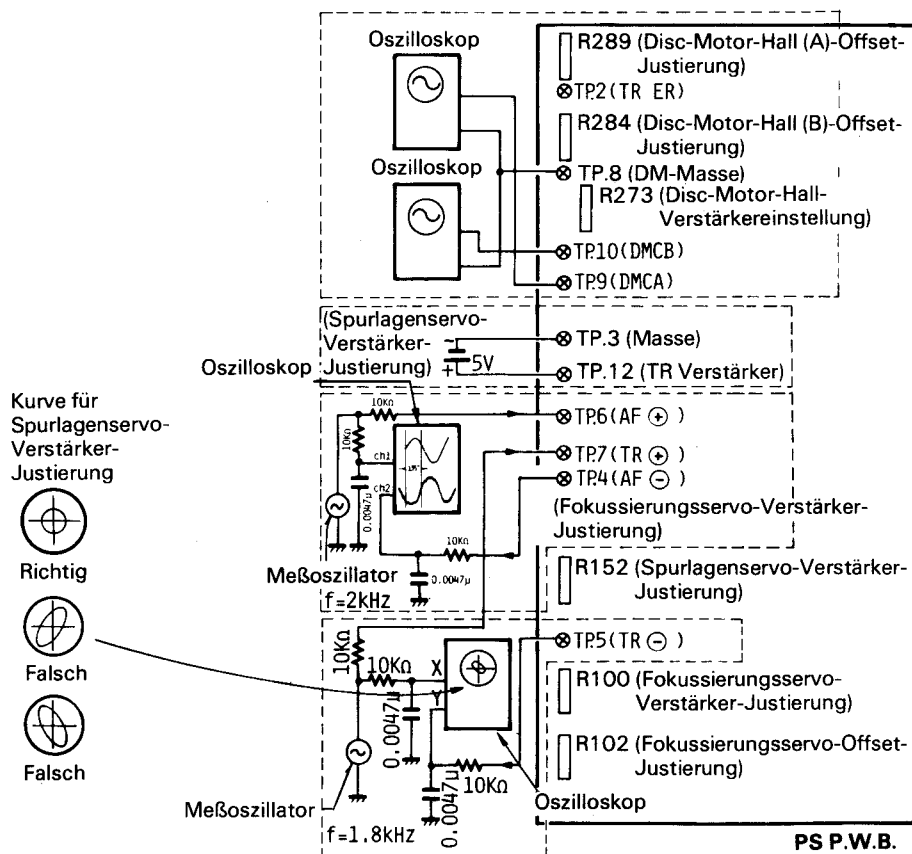

Abb. 28 PS P.W.B.
(2) Justierverfahren
- [1] Den Meßoszillator und das Oszilloskop anschließen, wie in Abb. 28 gezeigt.
- [1] Meßoszillator und Oszilloskop anschließen, wie in Abb. 28 gezeigt.
- [5] R152 so einstellen, daß die Oszilloskopkurve wie das richtige Beispiel in Abb. 28 aussieht.